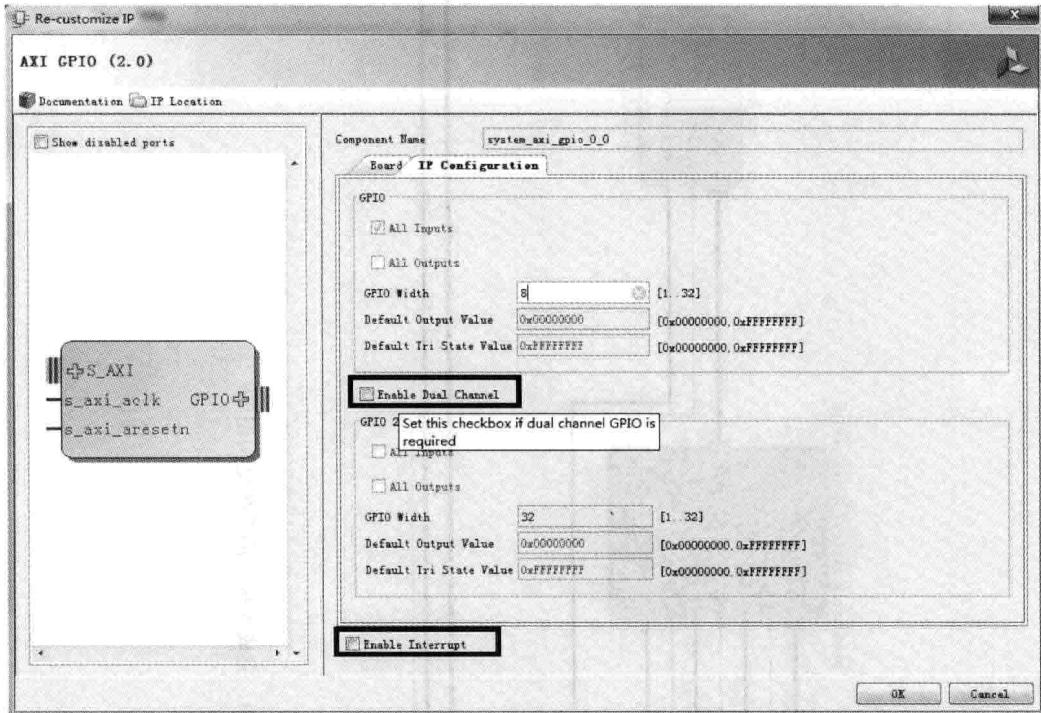

图 4.37 修改 AXI GPIO 属性(2)
(15) 如图 4.37 所示,单击 IP Configuration。按如下参数设置:
- ① GPIO Width: 8;
- ② 不选中 Enable Dual Channel 前面的复选框;
- ③ 不选中 Enable Interrupt 前面的复选框。